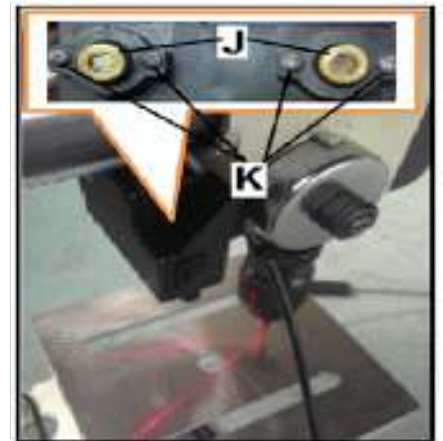

Рис.7
- Перехресний лазер (S, Рис. 7) може бути включений або вимкнений.
- Обидва лінійних лазера (J, Рис. 7) повинні бути встановлені так, щоб їх промені сходилися в центрі свердління.
- Для регулювання послабте ручки настройки (K).